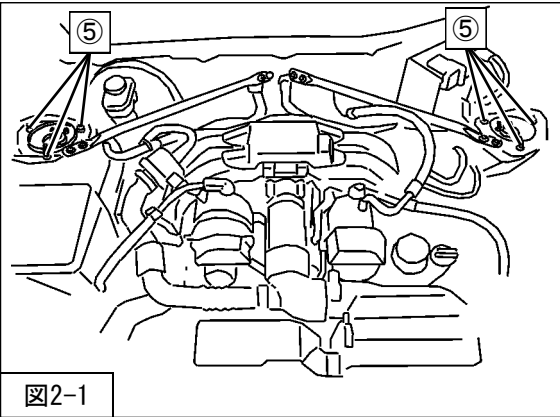

図2-1
⑤ダンパーアッパー取付ナット（締付トルク：23N・m）を車両に取付けてください。（図2-1）